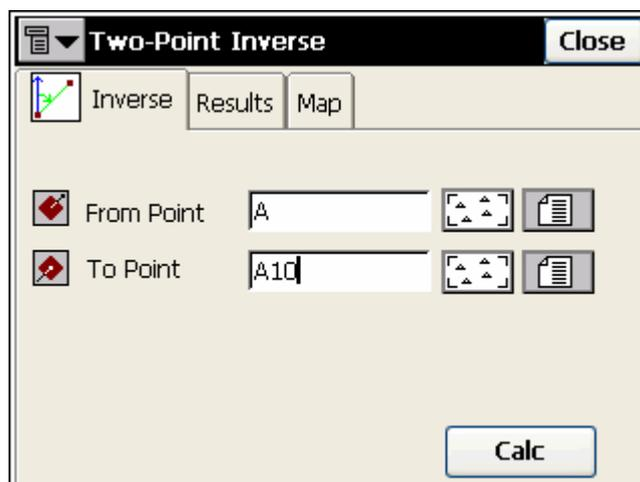

Рисунок 8-1. Обратная геодезическая задача для двух точек
1. Выберите на карте или из списка пару точек, для которых необходимо решить обратную геодезическую задачу (рис. 8-1).